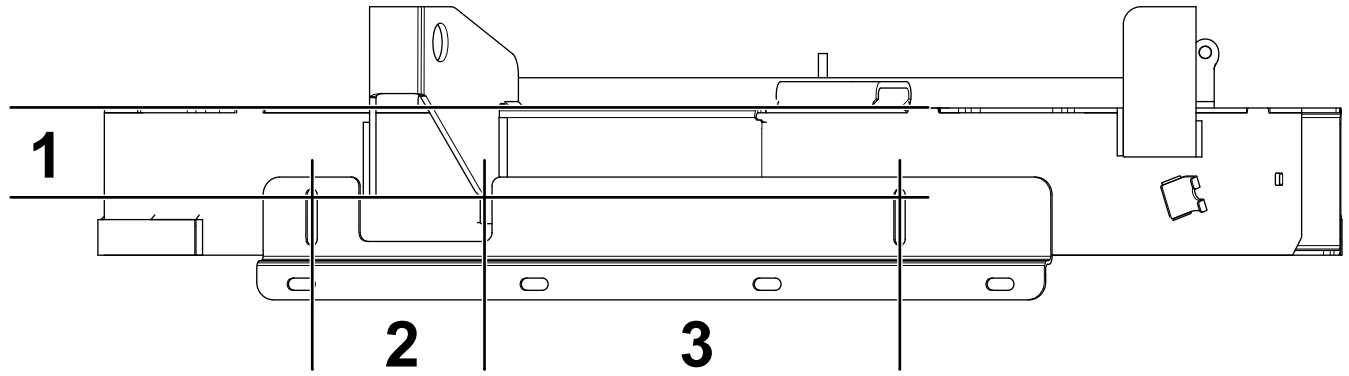

Figura 1
1. Usando la pletina de sujeción como plantilla, perfore 2 taladros (9/32") en la carcasa de corte usando las dimensiones indicadas en la Figura 1.